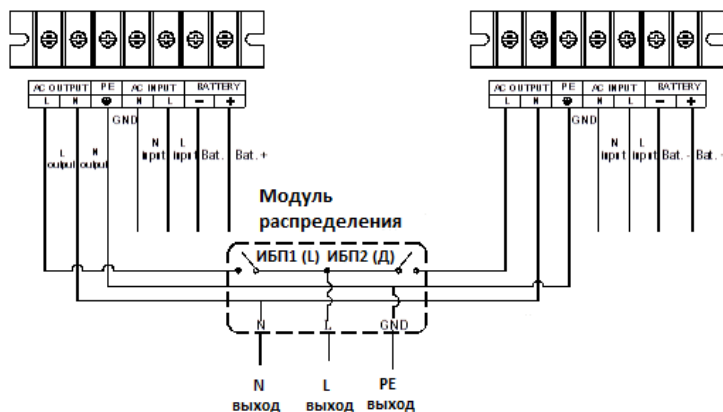

Рис. 3.8-3 Схема подключения параллельно установленных ИБП
1. В соответствии с вышеизложенными правилами установки и подключения ИБП, установите ИБП и выполните подключение силовых кабелей. Выход каждого ИБП необходимо подключить к центральному модулю распределения (Рис. 3.8-3)